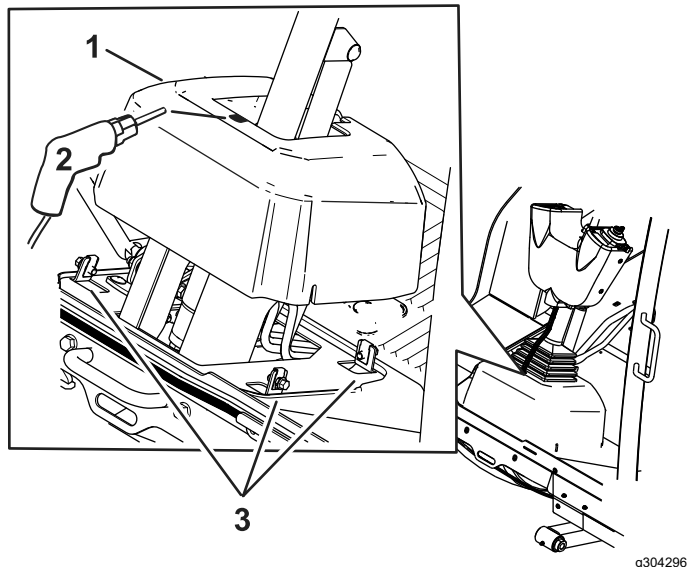

Figura 8
8. Allentate i bulloni attorno alla base del piantone di sterzo (Figura 8).
9. Sollevate la base e praticate un foro di 22 mm come mostrato nella Figura 8.